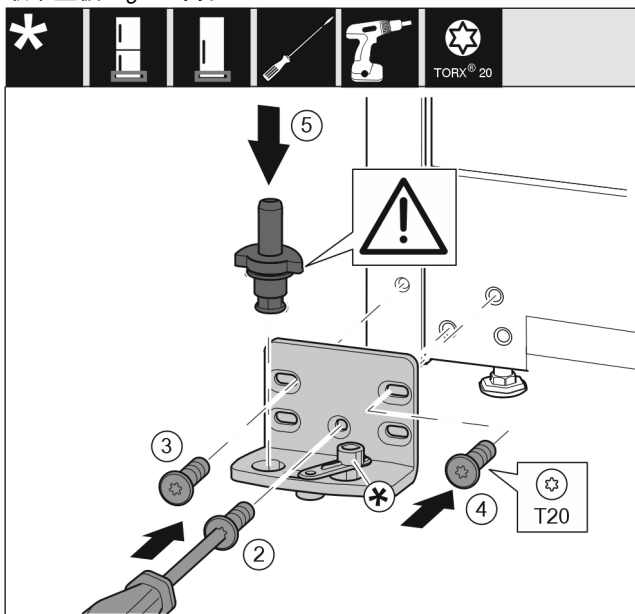

Fig. 48 \*
- ▶ 将托架安装到另一侧，并借助螺丝刀旋紧。用螺钉 Fig. 48 (2) 从底部的中心开始。\*
- ▶ 拧紧螺钉 Fig. 48 (3) 和螺钉 Fig. 48 (4)。\*
- ▶ 将轴承螺栓 Fig. 48 (5) 完全装入。同时注意止动凸轮需指向后方。\*